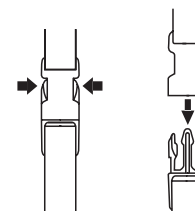

Fig. 4C
1. Presione ambos lados del botón de liberación con una mano y separe las correas. La máquina puede liberarse rápidamente del operador en caso de emergencia (p. Ej., chispas, humo o vibración anormal). (Fig.4C)